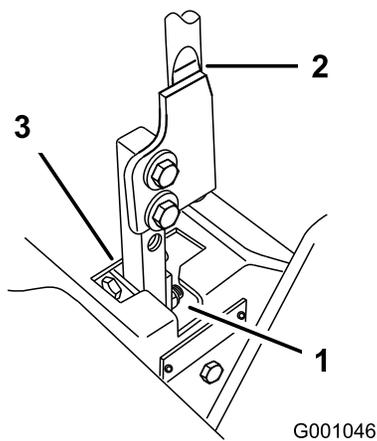

Figura 72
5. Mueva la palanca a la posición de punto muerto, pero no bloqueada (Figura 72).
6. Tire hacia atrás de la palanca hasta que el pasador (en el brazo debajo del eje pivotante) entre en contacto con el extremo de la ranura (empezando justo a tensar el muelle) (Figura 72).
7. Compruebe la posición de la palanca de control con relación a la muesca de la consola (Figura 72). Debe estar centrada para que la palanca pueda girar hacia fuera a la posición de bloqueo/punto muerto.